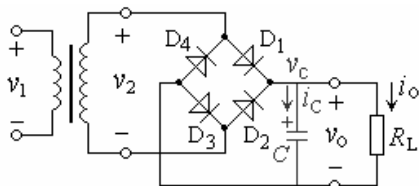

图 3 整流电路
- 12、24V 直流稳压电源的整流电路如图 3 所示，其中 v_2 为 AC 30V， C 为电解电容。某同学在实训时，给该电路通电之后，电容 C 爆炸，可能的原因是_____